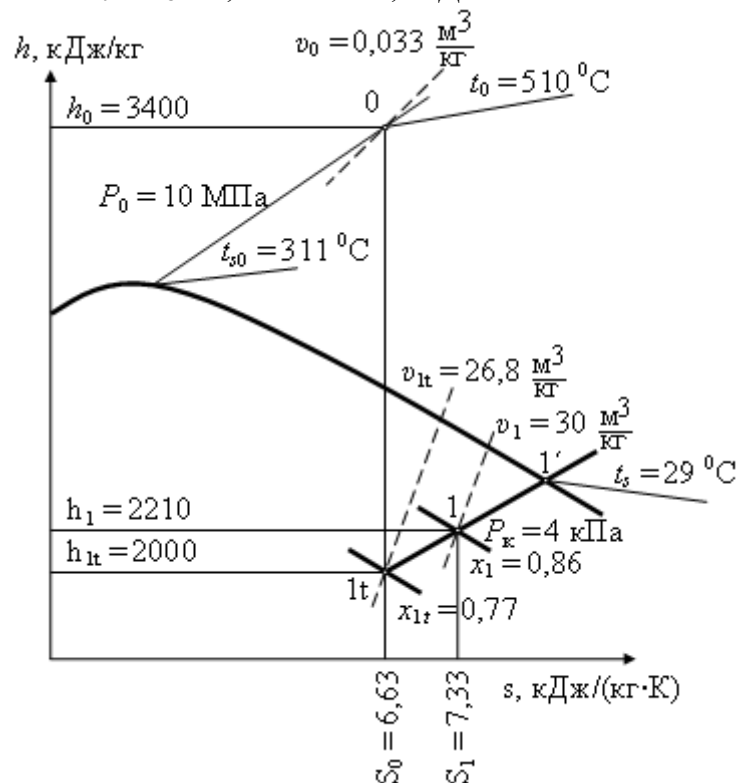

Рис. 4.1. Определение параметров состояния пара по h , s - диаграмме
1. По известным p_0 и t_0 по h , s -диаграмме или по таблицам термодинамических свойств воды и водяного пара находятся параметры состояния пара в начальной точке 0 (рис. 4.1): $h_0 = 3400 \text{ кДж/кг}$, $v_0 = 0,033 \text{ м}^3/\text{кг}$, $s_0 = 6,63 \text{ кДж/(кг} \cdot \text{К)}$, $t_{s0} = 311^\circ\text{C}$. (Таблицы термодинамических свойств воды и водяного пара ih , s -диаграмму в электронном виде выдает преподаватель).